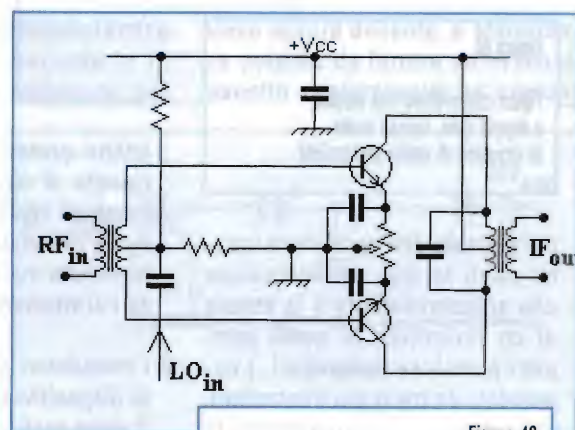

Figura 43
1. i modulatori bilanciati: si tratta di circuiti in cui la distorsione è mantenuta bassa grazie ad una configurazione circuitale del tipo push-pull, o comunque simmetrica; sono spesso realizzati con coppie di transistor BJT o FET (Figura 43), ma nel